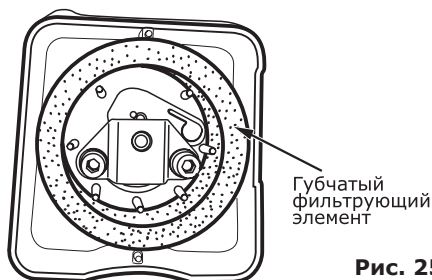

Рис. 25
- Для МПБ-140 2Т, МПБ-250 2Т воздушный фильтр представляет собой губчатый фильтрующий элемент, который необходимо снимать и очищать каждые 50 часов работы двигателя (рис. 25).